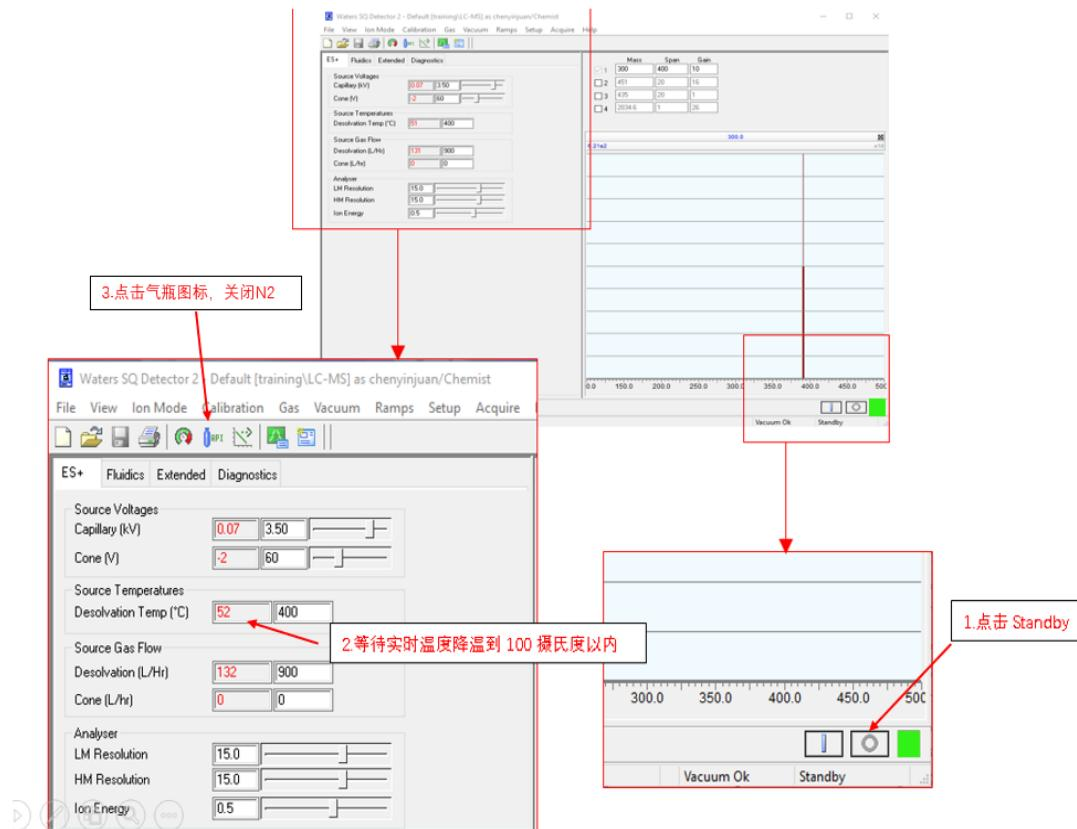

图6-38
低至100 °C以内; (3) 点击气瓶图标, 关闭氮气 (图6-38)。